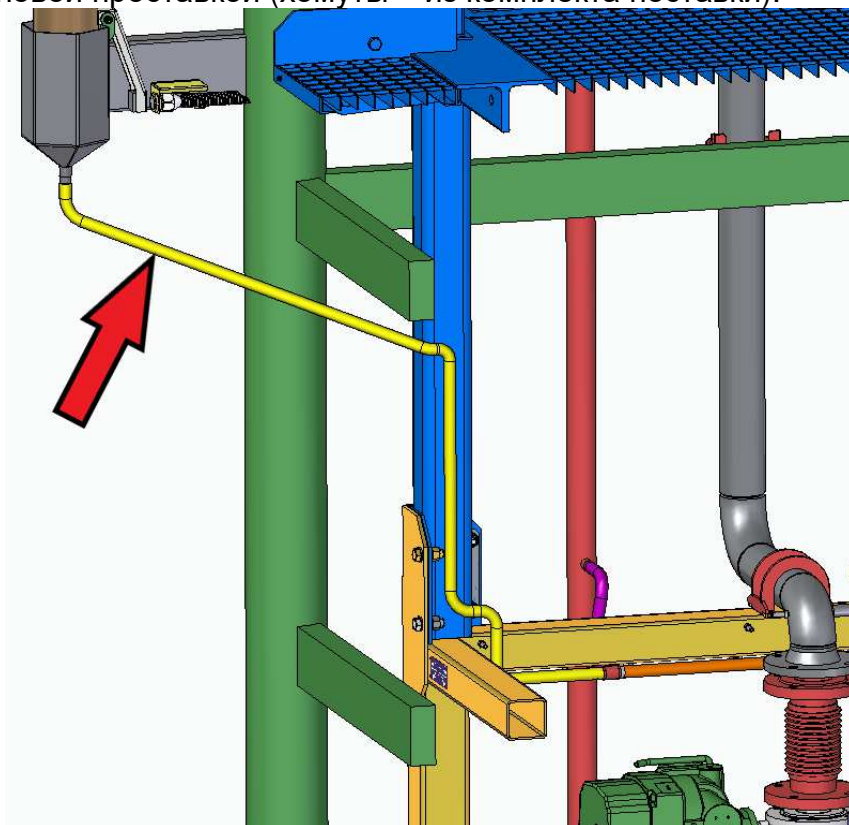

Рисунок 28
- Самую длинную трубку, выход которой расположен со стороны консоли налива – присоединить к каплесборнику (см. рисунок 28). Закрепить трубку на металлоконструкции хомутами с резиновой проставкой (хомуты – из комплекта поставки).